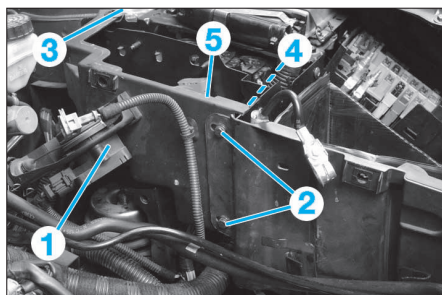

FIG. 51
- les fixations du capteur de position pédale accélérateur (1) (Fig.51) puis mettre le capteur de côté.